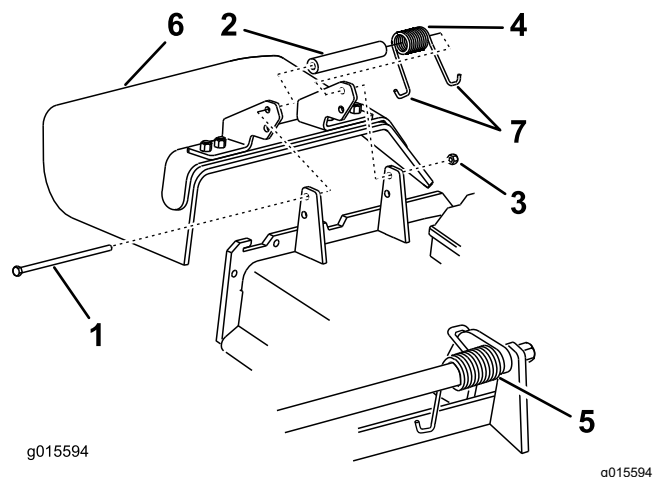

Figure 7
1. Déposez la goulotte d'éjection latérale du tablier de coupe (Figure 7).